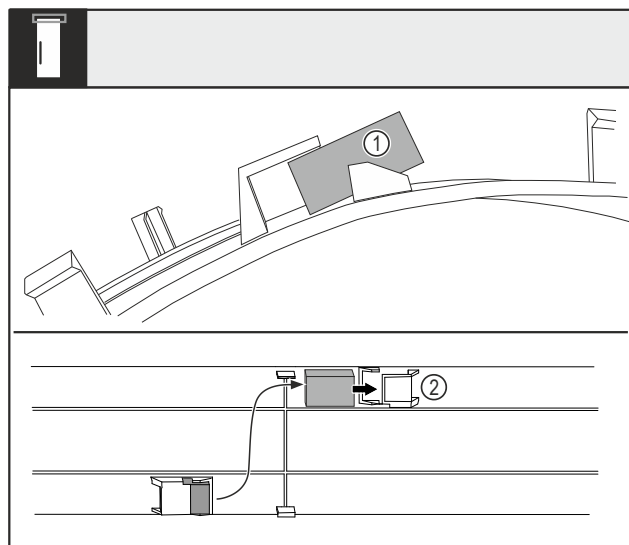

Fig. 16
- Savinite poklopac i izvucite magnet vrata Fig. 16 (1) iz gnijezda.
- Umetnite magnet vrata u drugo gnijezdo Fig. 16 (2).